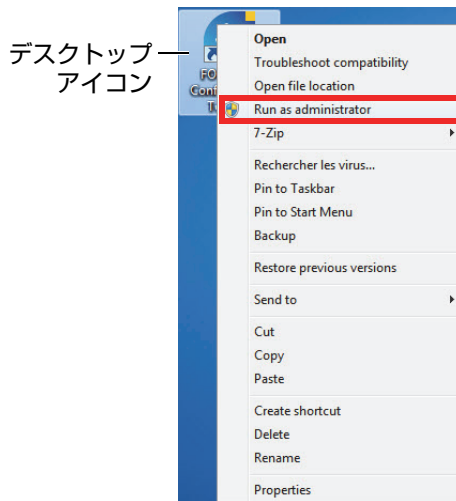

図 5-1 構成ツールを開く
- ◆ デスクトップで構成ツールアイコンを右クリックし、[**管理者として実行**] > [**はい**] をクリックします (図 5-1 ページの 24 を参照)。
| 図 5-1 | 構成ツールを開く | 24 |